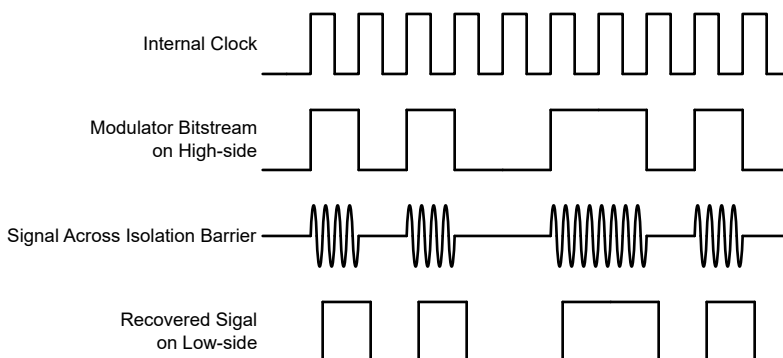

図 7-1. OOK ベースの変調方式
図 7-1 に示されているように、AMC0381D は、オン / オフ キーイング (OOK) 変調方式を使用して、変調器の出力ビットストリームを、SiO₂ ベースの絶縁膜間で伝送します。送信ドライバ (TX) をに 機能ブロック図 示します。TX は、内部で生成された高周波キャリアを絶縁バリア越しに送信し、デジタル 1 を表現します。ただし、TX はデジタル 0 を表す信号を送信しません。AMC0381D で使用されるキャリアの公称周波数は 480MHz です。